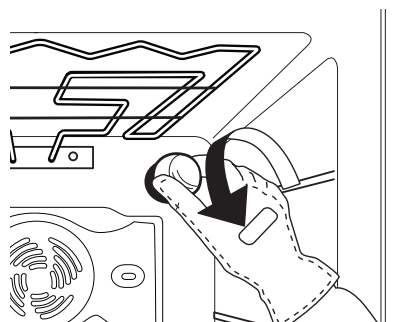

Fig. 8
2. Desatornille la tapa de la bombilla (Fig. 8), cambie la bombilla (consulte la nota sobre el tipo de bombilla) y vuelva a atornillar la tapa.